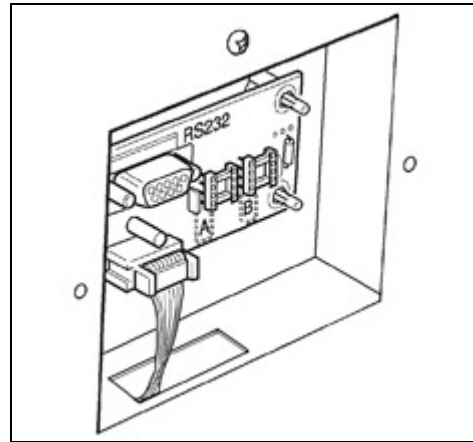

Abb. 3
2.4 STECKER DB9 (RS 232) (Abb. 3)